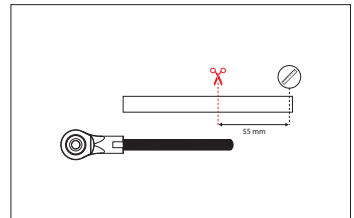

Abb. 11: Sensorarm Mittelstellung
3. Kürzen Sie den Gummiüberzug auf der Gewindestange. Die Länge des Gummiüberzugs muss 55 mm geringer sein als der in Punkt 1 gemessene Abstand [D] (Abb. 11).